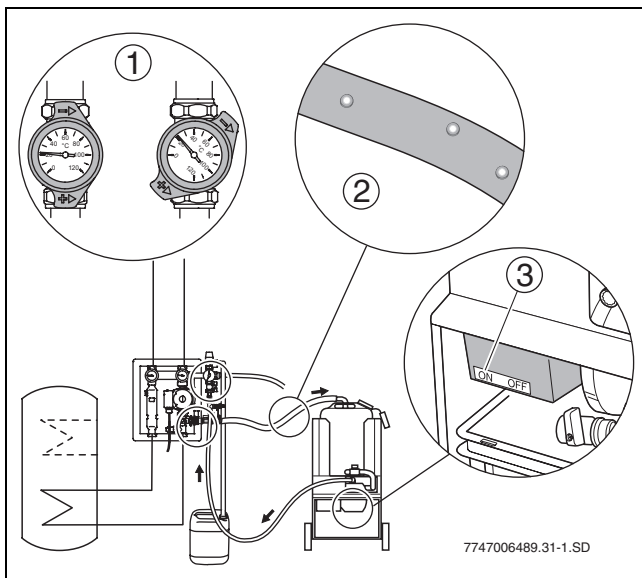

Fig. 18 Enclencher la pompe et vérifier l'absence de bulles d'air.
- Mettre la pompe en marche (→ figure 18, (3)).